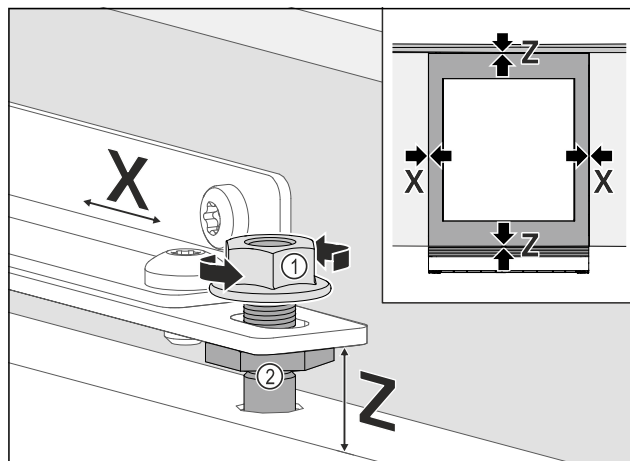

Fig. 77
- Möbeltür seitlich ausrichten: Kontermutter Fig. 77 (1) lösen, Möbeltür in X Richtung verschieben.
- Kontermuttern Fig. 77 (1) anziehen.
- Möbeltür in der Höhe Z und in der seitlichen Neigung ausrichten: Justagebolzen Fig. 77 (2) einstellen.